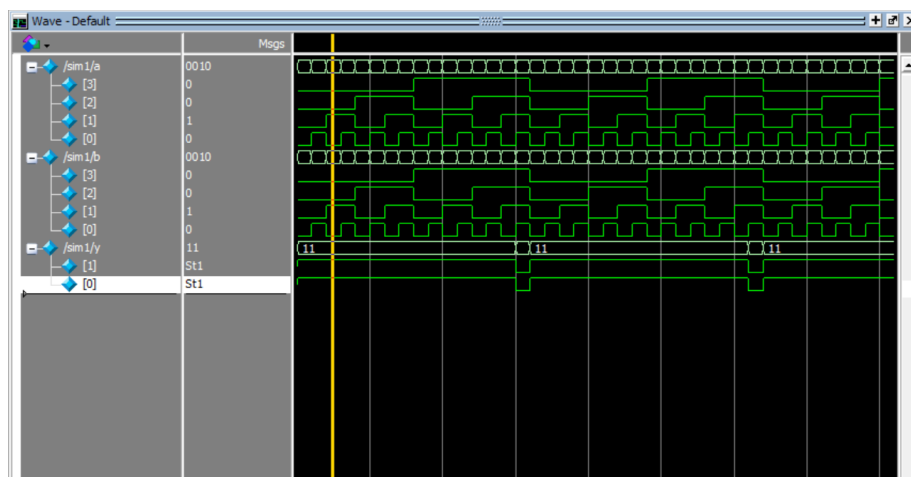

图 1-16 仿真时序波形图
5) 选择菜单栏 Tools→Run Simulation Tool→RTL Simulation 选项或工具栏中 RTL Simulation 按钮，Quartus 软件会自动启动 Modelsim 软件，得到仿真时序波形图，如图 1-16 所示。